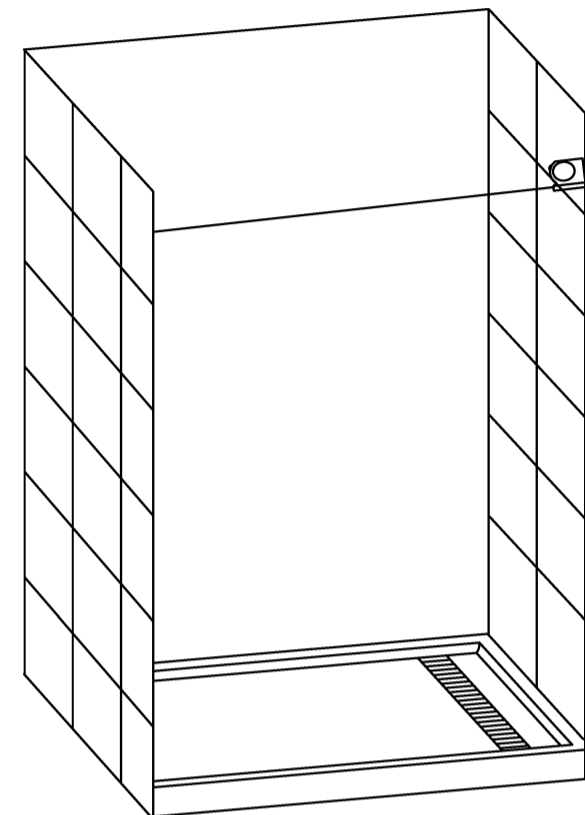

Fig. 1
1. Mesurez la largeur de la douche ouverture en haut entre les 2 murs. Notez qu'il s'agit de la dimension "X". Voir la figure 1 pour plus de détails.